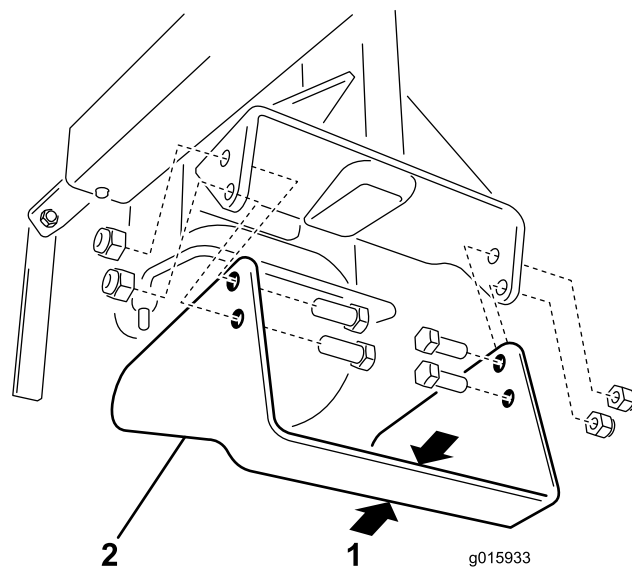

図 22
エッジャーブレードは頻繁に点検し、ブレードの幅が 32 mm まで磨耗したら交換してください（図 22）。
3. ブレードをカッターアームに固定している4本のねじとナットを外す（図 22）。